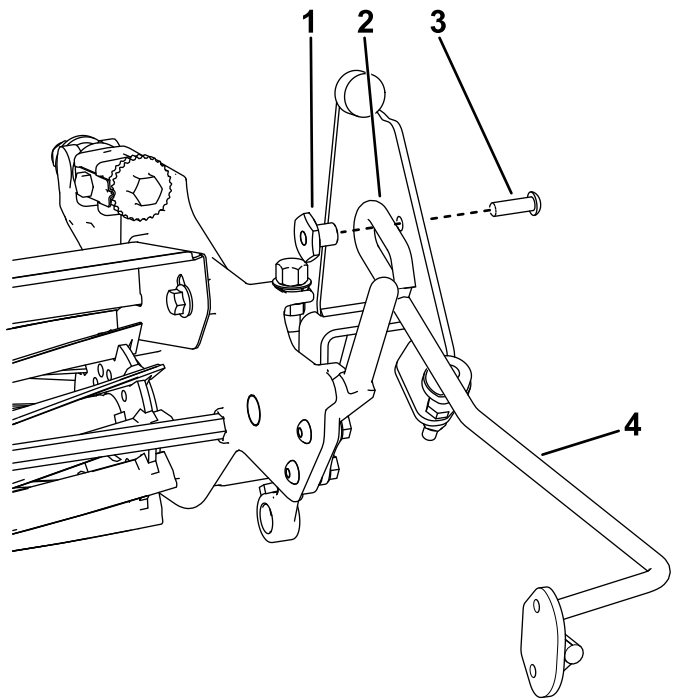

Figura 3
6. Montate un'asta per la spazzola su entrambe le staffe con una vite a brugola (5/16" x 1") e un dado distanziale (Figura 3).
Accertatevi che l'anello saldato sull'asta della spazzola sia posizionato come illustrato in Figura 3.